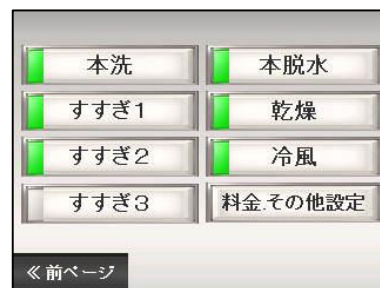

図 7-14
7.5.3 工程内容の設定(標準・少量コース)(図 7-14)